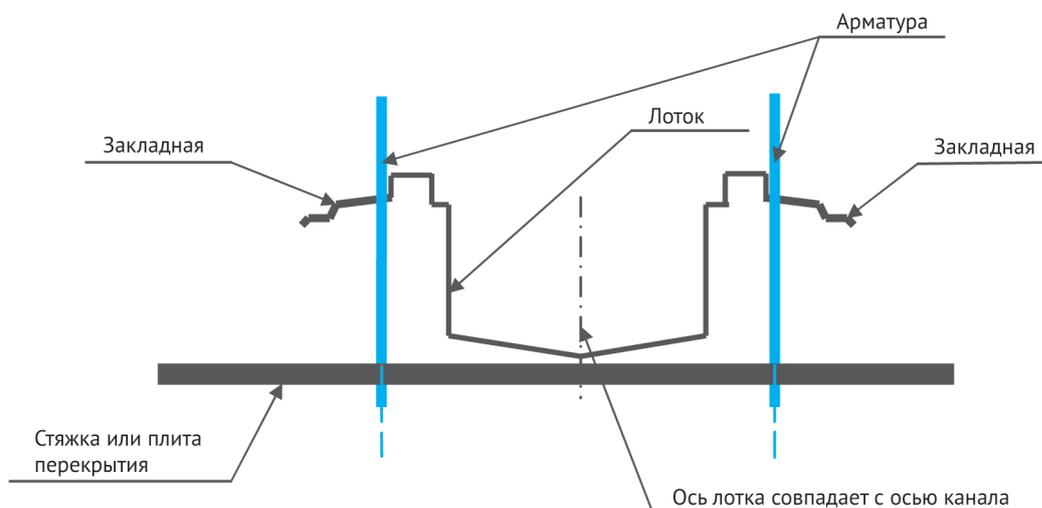

Рис. 1
6. Вдоль оси канала, через каждые 2–3 метра в местах где будут располагаться закладные лотка, произвести сверление и закладку арматуры вертикально, попарно, на расстоянии равном габаритной ширине лотка (см. рис.1).